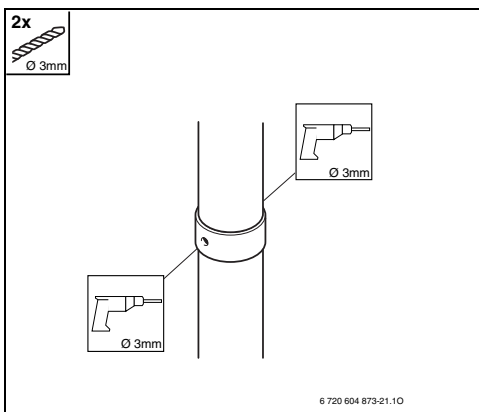

Fig. 37
► Eseguire due fori Ø 3 mm presso i condotti per l'aria comburente (come da Fig. 37). Profondità massima della foratura 8 mm! Evitare assolutamente di danneggiare la tubazione interna di scarico combusti, in caso di sistema concentrico.